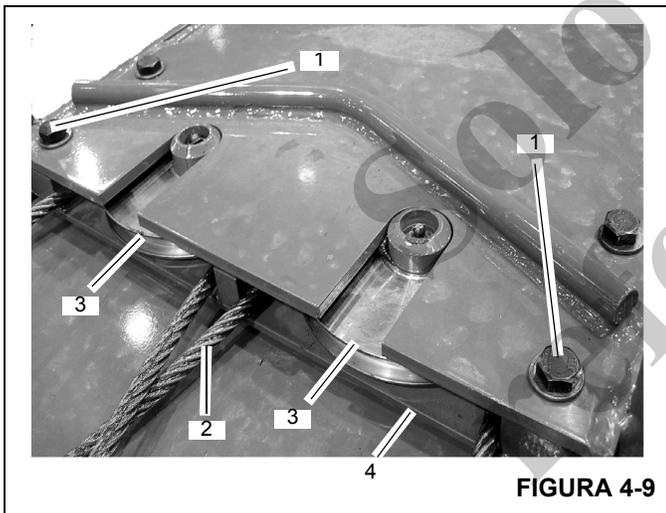

FIGURA 4-9
8. En la parte delantera superior de la sección central interior, quite los cuatro pernos y arandelas (1) que fijan el conjunto de poleas (3) de los cables sincronizadores (2). Coloque el conjunto con los cables encima de la sección central exterior (4) (Figura 4-9).